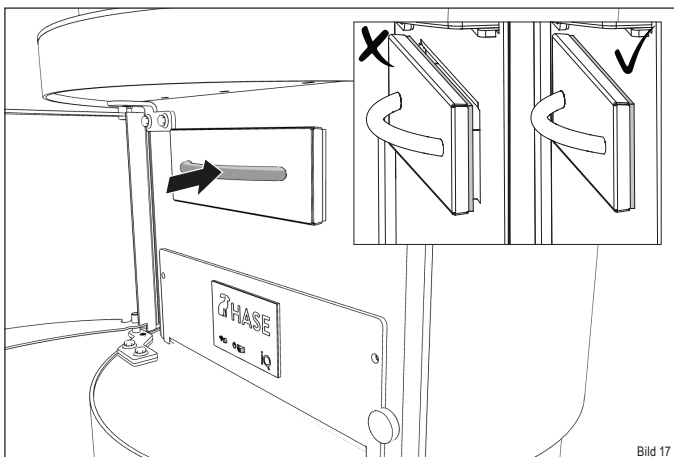

Bild 17
Achten Sie beim Einschieben des Aschebehälters darauf, dass dieser bündig mit der Dichtung anliegt (Bild 17). So wird sichergestellt, dass der Abbrandprozess nicht durch Falschluf gestört wird.
- ✓ Schieben Sie den Aschebehälter wieder in die Öffnung, so dass dieser bündig mit der Dichtung anliegt (Bild 17).
- Schieben Sie den Aschebehälter wieder in die Öffnung, so dass dieser bündig mit der Dichtung anliegt (Bild 17).
- Schieben Sie den Aschebehälter wieder in die Öffnung (Bild 17).